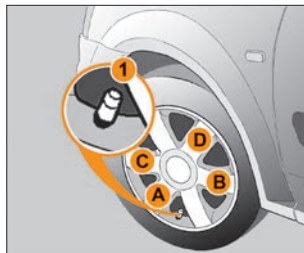

Рис. 6.9.2. Снятие и установка декоративного колпака (в варианном исполнении)
**Для снятия и обратной установки декоративного колпака (рис. 6.9.2):**